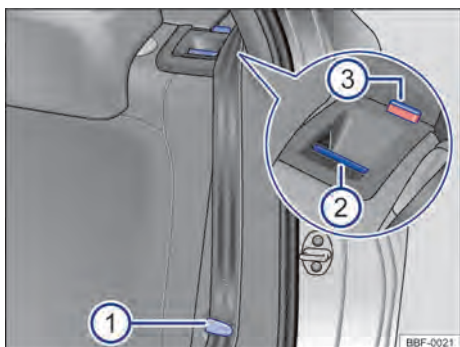

Fig. 63 En el respaldo del asiento trasero: tecla de desbloqueo.
- Encajar las bandas de los cinturones en los respectivos alojamientos en la guarnecido lateral → fig. 63 ①
- Tirar de la tecla de desbloqueo → fig. 63 ② hacia adelante y, al mismo tiempo, rebatir el respaldo del asiento trasero hacia adelante.
- La parte de respaldo del asiento trasero estará desbloqueada cuando la marca roja → fig. 63 ③ sea visible.
- La marca roja → fig. 63 ③ ya no puede ser visible.